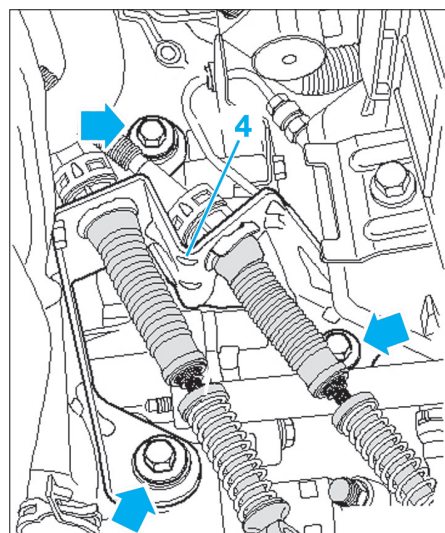

Fig. 9
- Déposer les 3 écrous puis le support (4) (Fig.9).